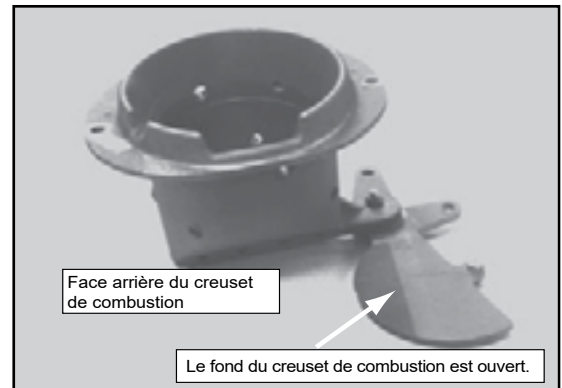

Figure 18.2
- c. Fermez complètement la plaque de fond du creuset de combustion quand vous avez terminé (Figure 18.2).